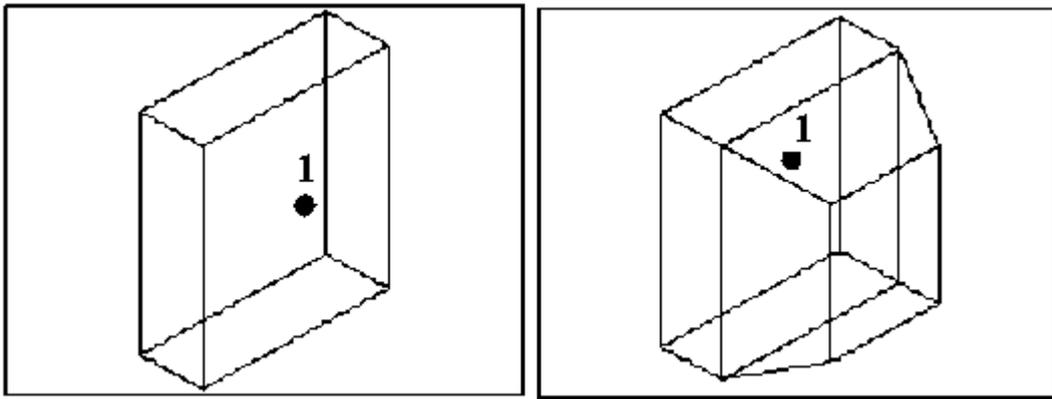

Рисунок 34 - К заданию 3.2.11
3.2.11 Создать трехмерный объект и выдавить боковую грань 1 (рисунок 34). Высота выдавливания: 100; угол: 25° .